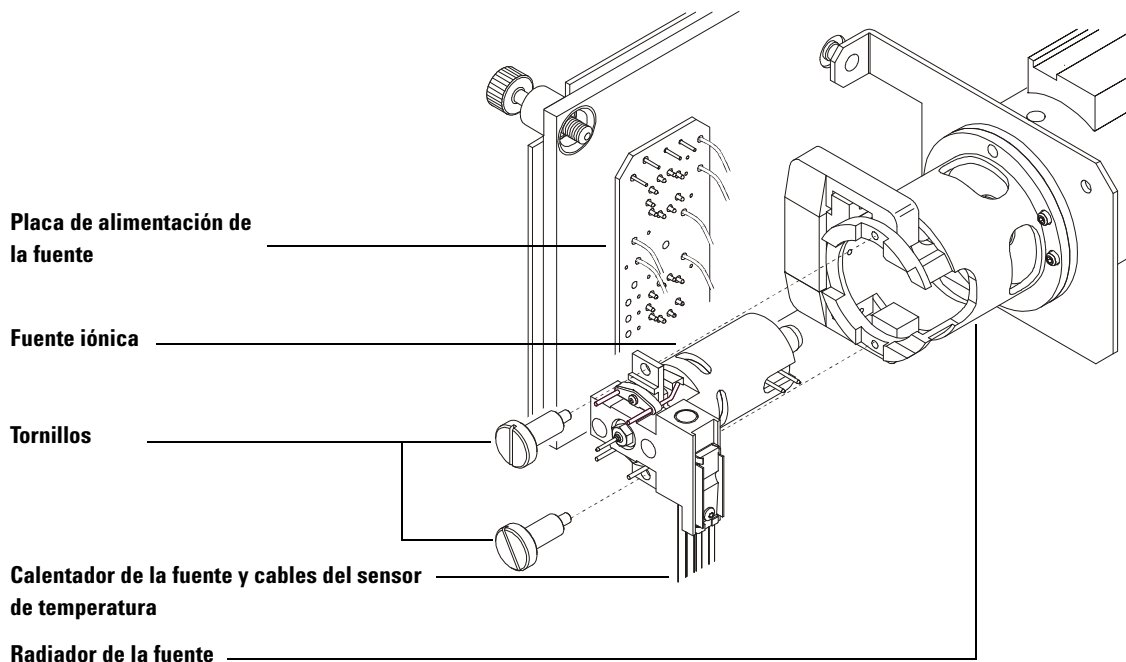

Figura 32 Retirar la fuente iónica
- 3 Desconecte los siete cables de la fuente iónica. No doble los cables más de lo necesario (Figura 32 y Tabla 22).